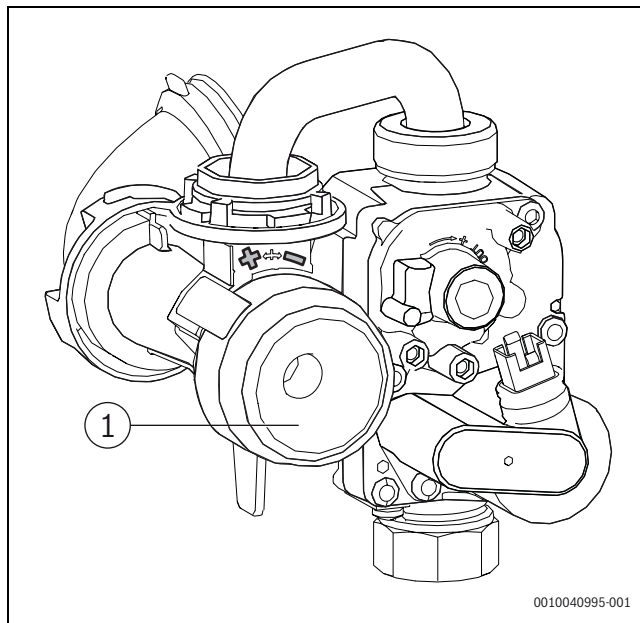

Bild 74 Gas-Luft-Verhältnis einstellen
- O₂- oder (CO₂-)Gehalt für die in der Tabelle angegebene maximale Nennwärmeleistung prüfen und ggf. nachstellen (→ Seite 56, Bild 74).